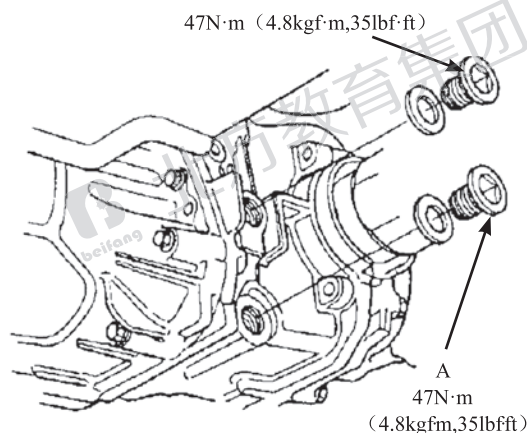

图 13
3. 液位必须与加注口齐平。如果液位低于加注口，则添加专用的油液直到油液流出，然后使用新密封垫片重新安装后差速器油加注口旋塞如图 13 所示。